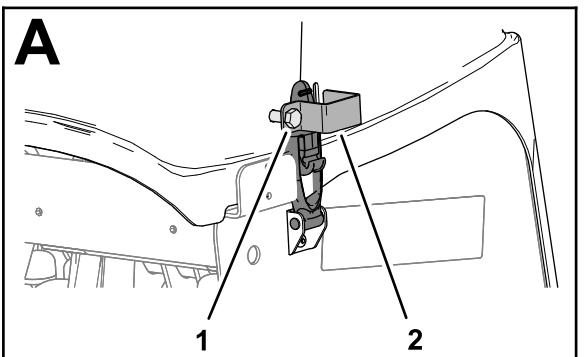

Figura 138
1. Si la máquina tiene seguros de cierre CE, afloje el perno de la placa del seguro hasta que la placa salga de la ranura en el lateral de la cubierta del cabezal de perforación (Figura 138).